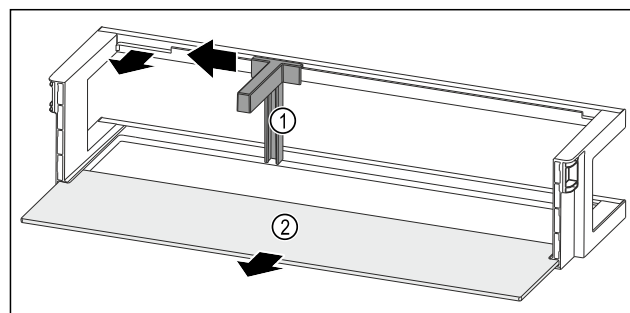

Fig. 132 Balconnet de contre-porte avec range-bouteilles et tablette de rangement
- ▶ Pousser le range-bouteilles Fig. 132 (1) sur le côté jusqu'à l'évidement.
- ▶ Retirer le range-bouteilles Fig. 132 (1).
- ▶ Retirer la tablette de rangement Fig. 132 (2).